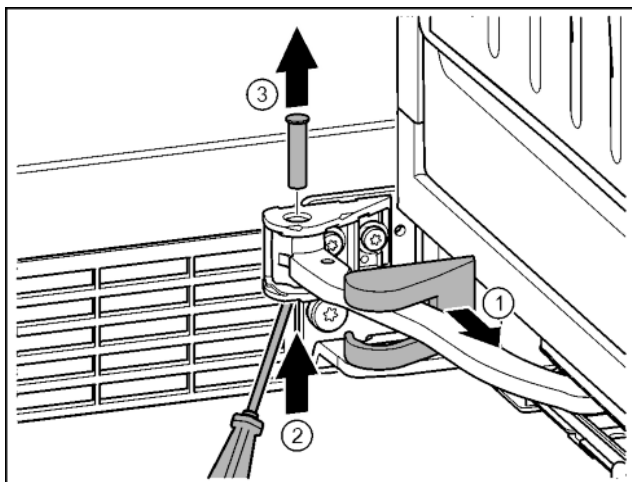

Fig. 17
- Afdekking eraf trekken en langs het scharnier verschuiven. Fig. 17 (1)
- Bout met de vinger of schroevendraaier vanaf de onderkant optillen. Fig. 17 (2)
- De schroevendraaier onder de kop van de bout aanbrengen en eruit trekken. Fig. 17 (3)